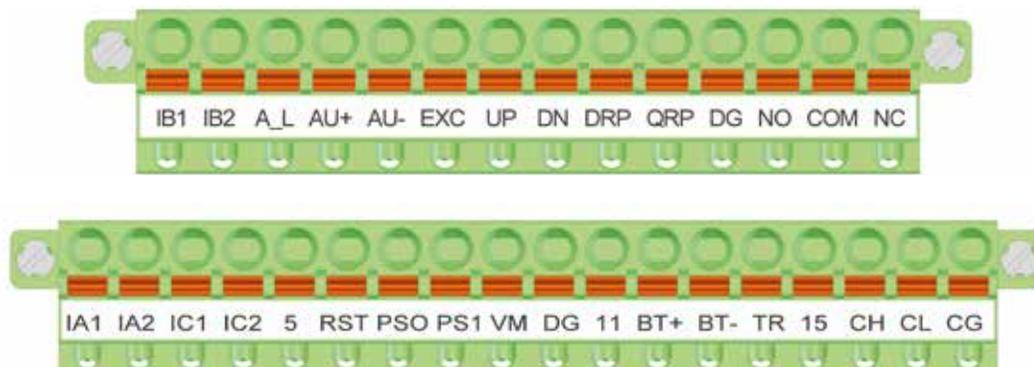
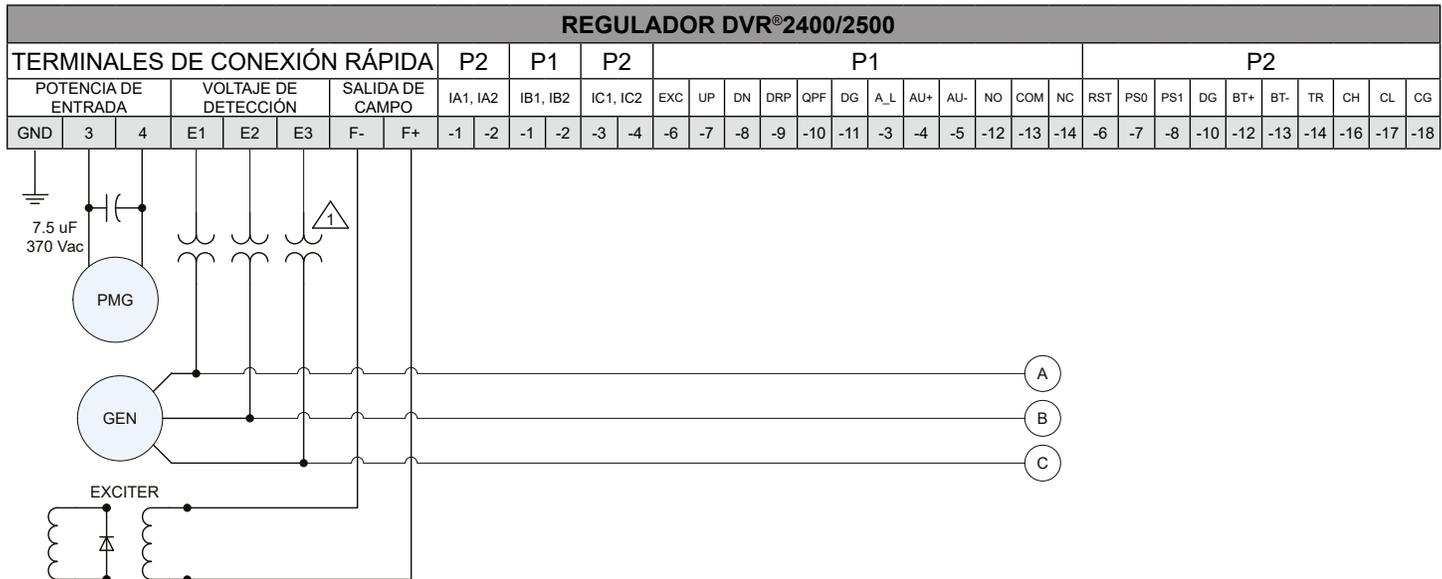
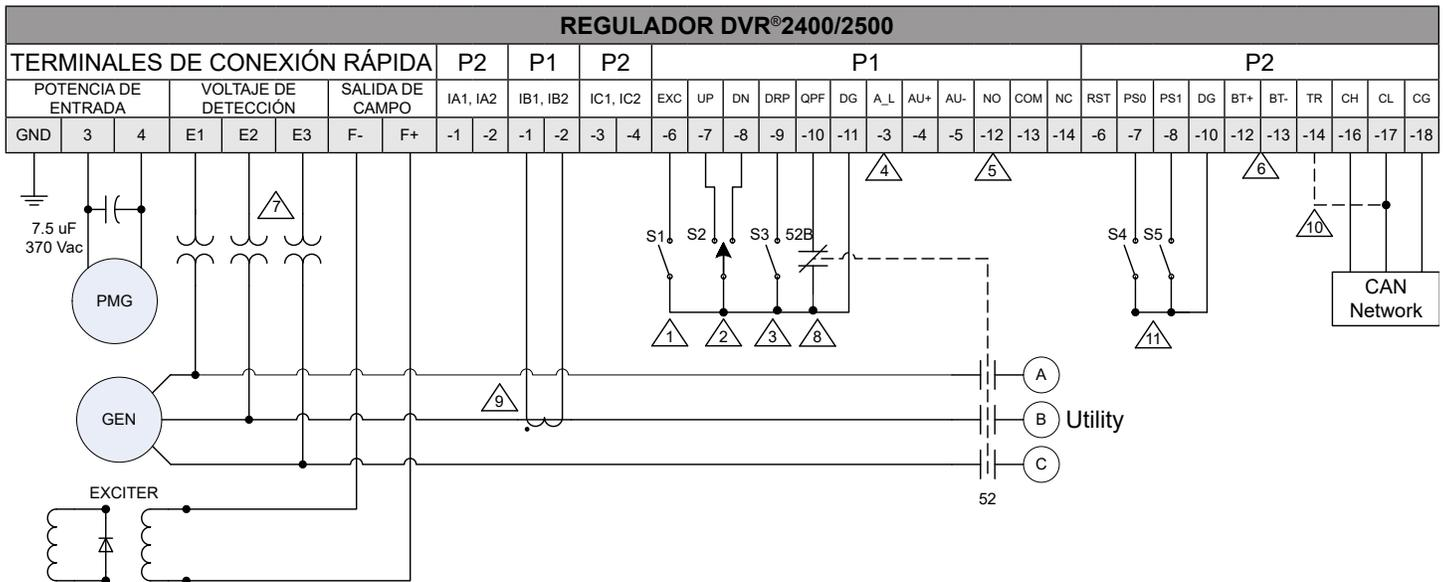

Figura 5-5. Posición de terminales de conectores de sistema P1 (superior) y P2 (inferior)
Figura 5-6. Conexiones típicas con rotación ABC, detección de voltaje trifásico sin detección de corriente
Figura 5-7. Conexiones típicas con rotación ABC, detección de voltaje trifásico y detección de corriente monofásica
La corriente de la línea del generador se reduce a través de un CT proporcionado por usuario en la Fase B. La corriente secundaria (5A) de dicho transformador se aplica a los terminales de conector P1 con las etiquetas IB1 e IB2. Consulte la identificación de la polaridad CT en los manuales de instrucciones de transformador de corriente y realice la instalación según la Figura 5-7. Consulte las asignaciones de terminales en la Figura 5-5 y la Tabla 5-2.
La corriente de la línea del generador se reduce a través de un CT proporcionado por el usuario. La corriente secundaria (5A) de dichos transformadores se aplica a los terminales de conector P1 con las etiquetas IB1 e IB2 y los terminales de conector etiquetados IA1, IA2 e IC1, IC2. Consulte la identificación de la polaridad en los manuales de instrucciones de CT y realice la instalación según la Figura 5-6. Consulte las asignaciones de terminales en la Figura 5-5 y en la Tabla 5-2.
- En la Figura 5-6 se muestra una aplicación en la que el regulador se conecta para la detección de voltaje trifásico sin una detección de corriente.
- En la Figura 5-7 se muestra una aplicación en la que el regulador se conecta para la detección de voltaje trifásico y una detección de corriente monofásica.